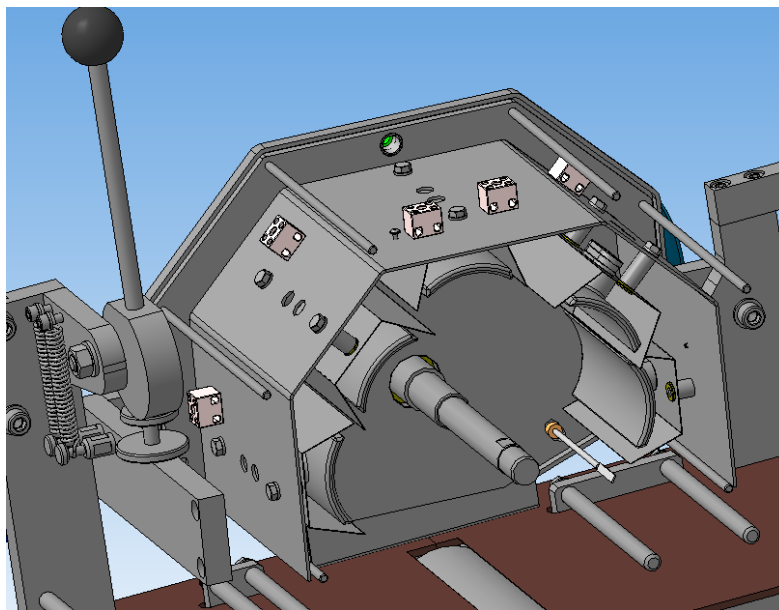

Рис.6
5. При демонтированном обрезиненном вале Вы сможете поменять температурный датчик и, сняв верхний защитный кожух, нагревательные элементы. (Рис.6)